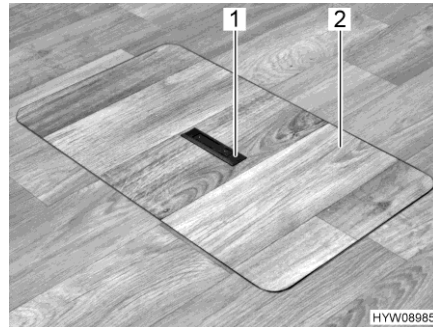
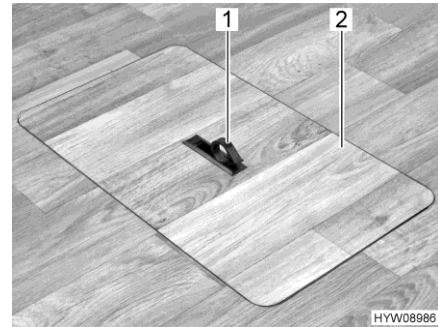

Bild 61 Service-Abdeckung (Griff versenkt)
Bild 62 Service-Abdeckung (Griff herausgeschwenkt)
- Auf einer Seite Griffplatte (Bild 61,1) nach unten drücken. Der Griff (Bild 62,1) schwenkt nach oben.
- Service-Abdeckung (Bild 62,2) nach oben abnehmen.
- Service-Abdeckung (Bild 62,2) in den Rahmen im Boden einsetzen.